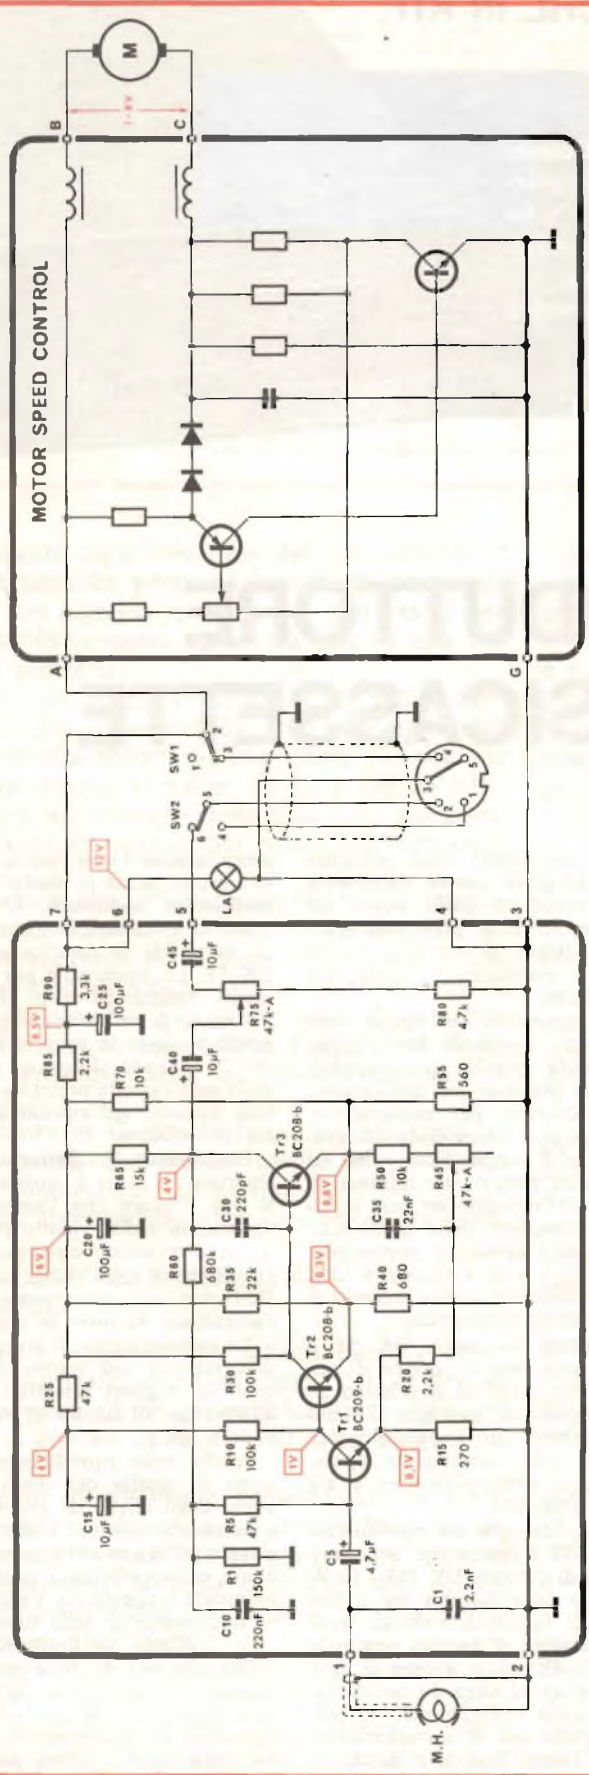

Fig. 1 - Schema elettrico.
**DESCRIZIONE DELLO SCHEMA (Fig. 1)**